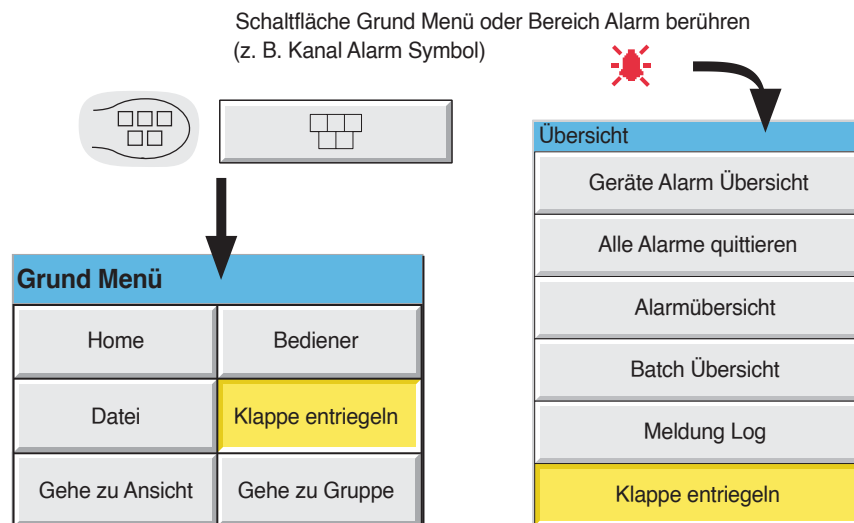

Abbildung 2.4.1a Hier befindet sich die Schaltfläche „Klappe entriegeln“
2. Berühren Sie die Schaltfläche „Klappe entriegeln“ (Abbildung 2.4.1a).